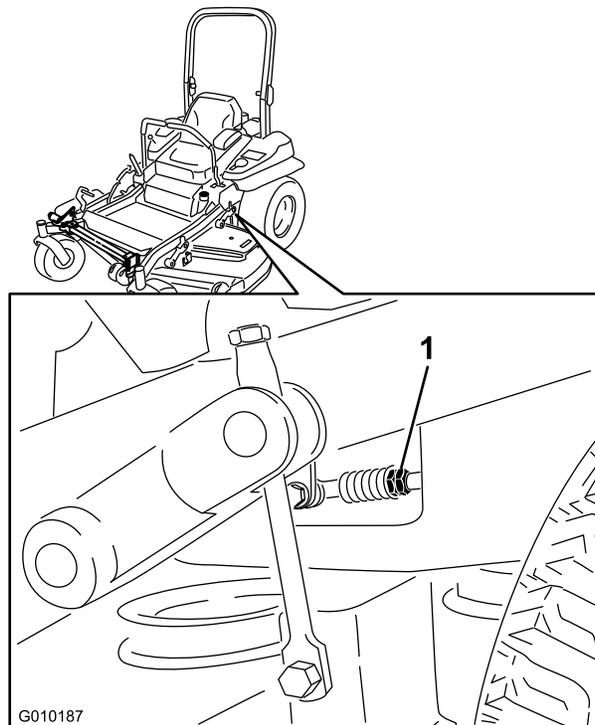

Figure 87
8. Réglez la longueur des tiges de commande de pompe en tournant les doubles écrous dans le sens voulu jusqu'à ce que les roues tournent légèrement en arrière (Figure 87).